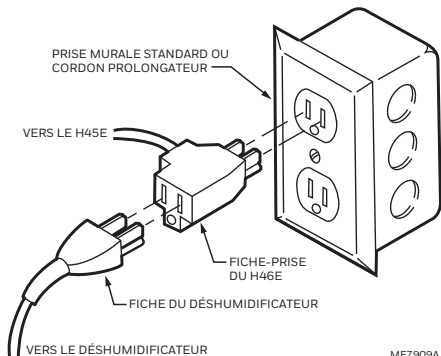

Fig. 3. Branchement de la fiche-prise du H46E.
3. Insérer la fiche du déshumidificateur dans la ficheprise. (Voir Fig. 3.)